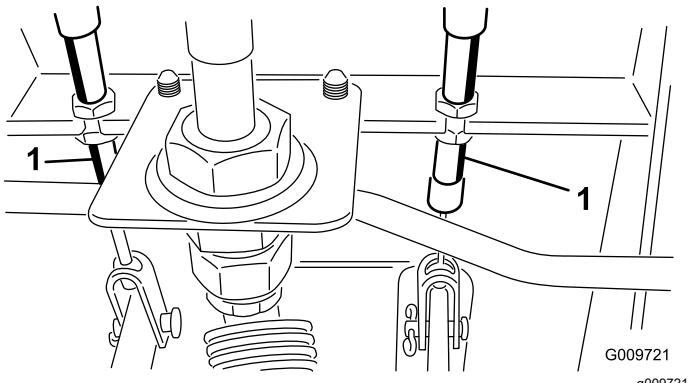

Figura 95
- Afloje la tuerca delantera del extremo roscado del cable de freno (Figura 95).